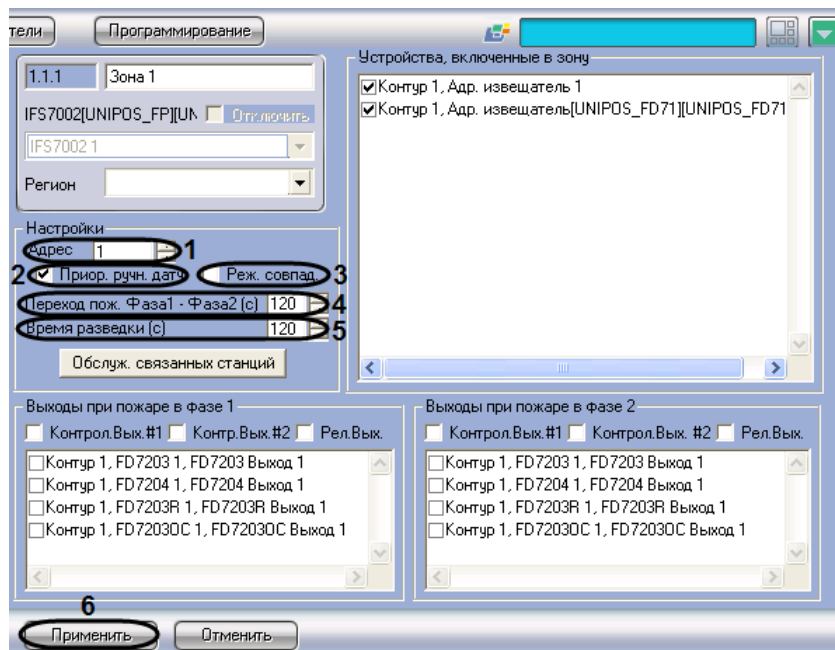

Рис. 3.7-2 Задание параметров пожароизвещательной зоны
1. Перейти на панель настройки объекта **Зона** (Рис. 3.7-2).
2. В поле **Адрес** ввести с помощью кнопок **вверх-вниз** порядковый номер зоны (см. Рис. 3.7-2, 1).
3. В случае, если для ручного датчика следует установить более высокий приоритет при срабатывании по сравнению с автоматическим, установить флажок **Приор. ручн. датч.** При срабатывании ручного датчика произойдет активация фазы 2, если флажок **Приор. ручн. датч.** установлен, и фазы 1, если он снят (см. Рис. 3.7-2, 3).
4. В случае, если для зоны требуется установить режим **Совпадение**, установить флажок **Реж. совпад.** (см. Рис. 3.7-2, 4).
5. В поле **Переход пож. Фаза1 – Фаза 2 (с)** установить время перехода станции в секундах из фазы 1 в фазу 2 (см. Рис. 3.7-2, 5).
6. В поле **Время разведки (с)** установить время разведки в секундах сигнала **Пожар первой степени** (см. Рис. 3.7-2, 6).
7. Для сохранения настроек во внутренней базе данных Сервера *Интеллект* нажать кнопку **Применить** (см. Рис. 3.7-2, 7).